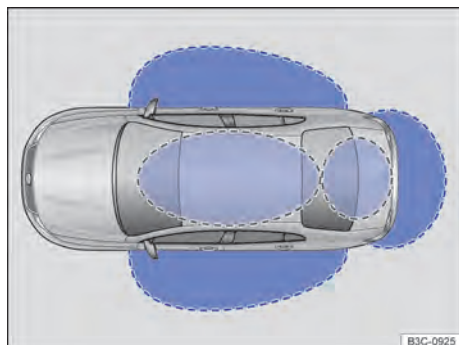

Fig. 30 Sistema de travamento e de partida Keyless Access sem chave: áreas de aproximação.
Keyless Access é um sistema de travamento e de partida sem chave, com o qual o veículo pode ser destravado e travado sem o uso efetivo da chave do veículo. Para isso, é necessário que apenas uma chave do veículo válida esteja na área de aproximação $\Rightarrow$ Fig. 30 do veículo e que uma superfície dos sensores na maçaneta das portas dianteiras $\Rightarrow$ Fig. 31 seja tocada, ou que o botão da tampa do compartimento de bagagem $\Rightarrow$ Página 59 seja acionado $\Rightarrow$ ①.
Se houver uma chave do veículo válida na área de aproximação $\Rightarrow$ Fig. 30, o sistema de travamento e de partida Keyless Access sem chave atribui uma autorização de acesso a ela, assim que a superfície do sensor da maçaneta da porta do condutor ou do passageiro dianteiro ou o botão na tampa traseira sejam tocados. Em seguida, são possíveis as seguintes funções sem o uso efetivo da chave do veículo:
Quando o veículo está travado e uma chave do veículo válida se encontra na faixa de proximidade ⇒ **Fig. 30** da tampa do compartimento de bagagem, esta destrava automaticamente ao ser aberta.